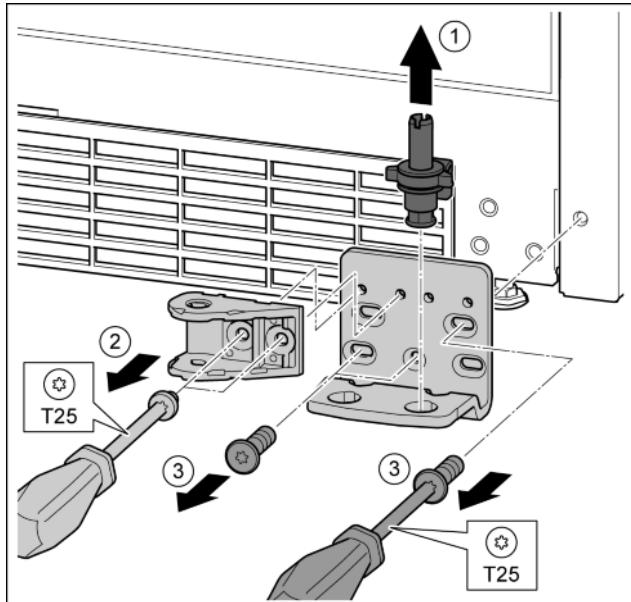

Fig. 28
- Опорний гвинт цілком витягніть рухом вгору. Fig. 28 (1)
- Викрутіть гвинти за допомогою викрутки T25 та зніміть з'єднувальний елемент демпфера. Fig. 28 (2)
- Викрутіть гвинти за допомогою викрутки T25 та зніміть опорний кронштейн Fig. 28 (3)